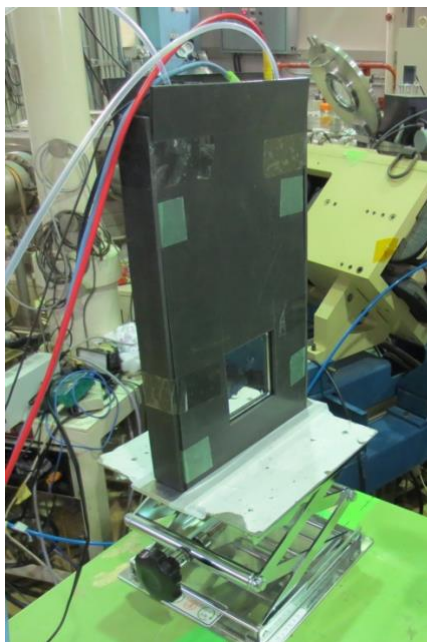

図 2-2 検出器に  $B_4C$  ゴムを貼り付け
1. 検出器の照射面側に検出窓を除いて図 2-2 のように  $B_4C$  ゴムを貼り付ける。